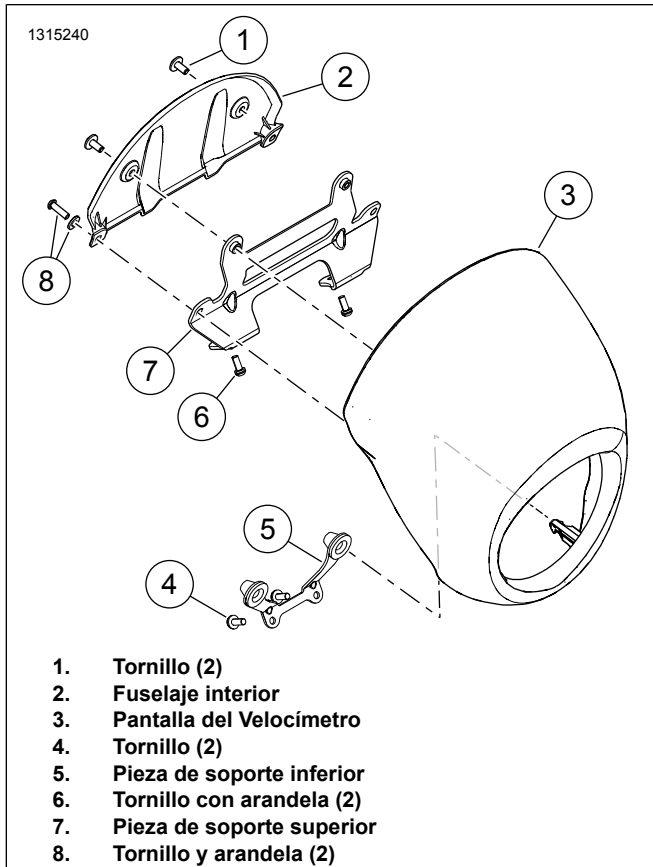

Figura 2. Pantalla de velocidad FXLRS
1. Ver Figura 2 . Quita la pantalla de velocidad
- a. Extraiga los tornillos y las arandelas (8).
- b. Retira la pantalla de velocidad (3) de la pieza de soporte superior (7).
- c. Retira la pantalla de velocidad de la pieza de soporte inferior (5) para quitar los postes (7) de las arandelas aislantes.
- a. Quite los tornillos (1).
- b. Quita el fuselaje interior (2).
- a. Quite los tornillos (6).
- b. Quita la pieza de soporte superior (7).